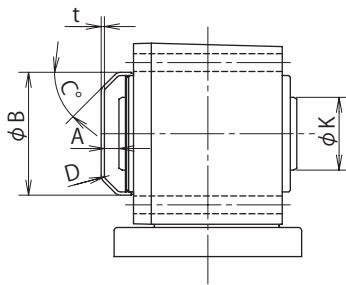
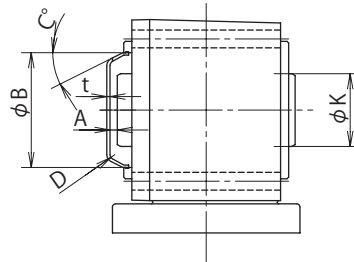

図 J23
図 J24
2. 図J23、図J24の安全カバーは、ハメコミ式です。(セットビス不要)